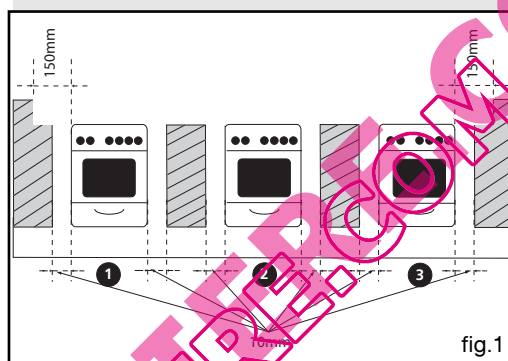

fig.1
- Les échauffements produits par son fonctionnement classent cette cuisinière en classe 1 (appareil isolé) ou en classe 2 - sous classe 1 (incorporable ou non incorporable, fig.1), selon norme gaz : EN 30-1-1.
Vous devez respecter les cotes d'encastrement suivantes (fig.1 et 2):
- Pour les gaz distribués par une canalisation (gaz naturel), le raccordement s'effectue (fig. 1) :
- soit par tuyau flexible avec embouts mécaniques filetés (fig. 1).
- Retirez les grilles, les chapeaux et les têtes de tous les brûleurs (fig. 1).
- Enlevez le déflecteur en dévissant les 2 vis le maintenant (fig.1)
- Enlevez le capot arrière en dévissant les 11 vis de maintien (fig.1)